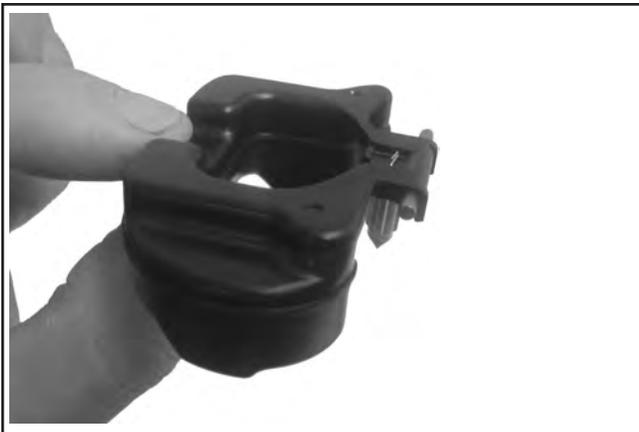

Abbildung 5-18. Details der Einlassnadel und des Schwimmers.
- Die Einlassnadel mit der Klemme am Kunststoffschaft des Schwimmers befestigen. Die geformte 90°-Lippe sollte nach oben weisen, während das Ventil der Nadel nach unten hängt. Siehe Abbildung 5-18.